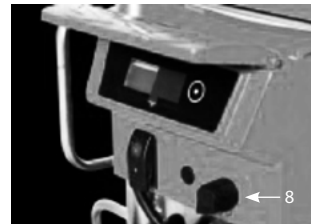

Рис. 9
1. Установите регулятор давления «8» (Рис. 9) на минимальное значение, повернув его против часовой стрелки до упора.